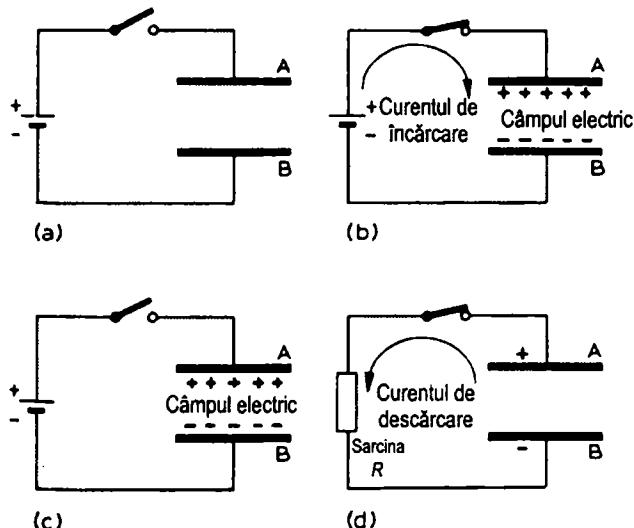

Figura 4.2 Încărcarea și descărcarea unui condensator
Figura 4.2(a) arată o baterie conectată la bornele unui condensator prin intermediul unui comutator. Când comutatorul este închis, aşa cum se vede în imaginea (b), electrodul pozitiv al bateriei scoate electroni din armătura A, făcând ca armătura să se încarce pozitiv. Electrodul negativ furnizează electroni armăturii B, făcând-o negativă în aceeași măsură. Acest flux de electroni este denumit **currentul de încărcare**, care continuă să curgă până când tensiunea pe condensator devine egală cu t.e.m. a bateriei. Se spune în această situație despre condensator că este complet încărcat. Simbolul pentru **sarcină** este Q și unitatea de măsură este 1 Coulomb (C).